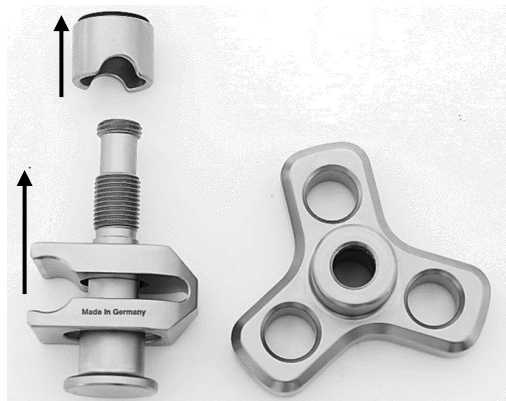

Fig. 19
Tirare prima la boccola di serraggio (2) dalla barra filettata (4), quindi rimuovere il pezzo di serraggio (3) (fig. 19).